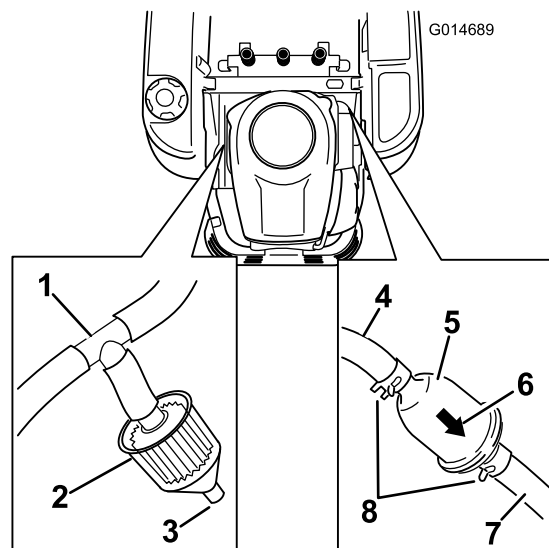

Figura 36
3. Levante el asiento y localice los filtros de combustible, según se muestra en Figura 36.
4. Apriete los extremos de las abrazaderas y deslícelas por el tubo alejándolas del filtro (Figura 36).
6. Instale un filtro nuevo – la flecha que indica el sentido de flujo debe apuntar hacia el motor. Acerque las abrazaderas al filtro (Figura 36) para sujetar éste.
Algunas máquinas incorporan un filtro de emisiones (Figura 36) conectado a un acoplamiento en T instalado en el tubo de ventilación que viene del depósito de combustible. El filtro tiene un conector abierto por diseño. El filtro debe ser inspeccionado regularmente. Cambie el filtro si está sucio u obturado.